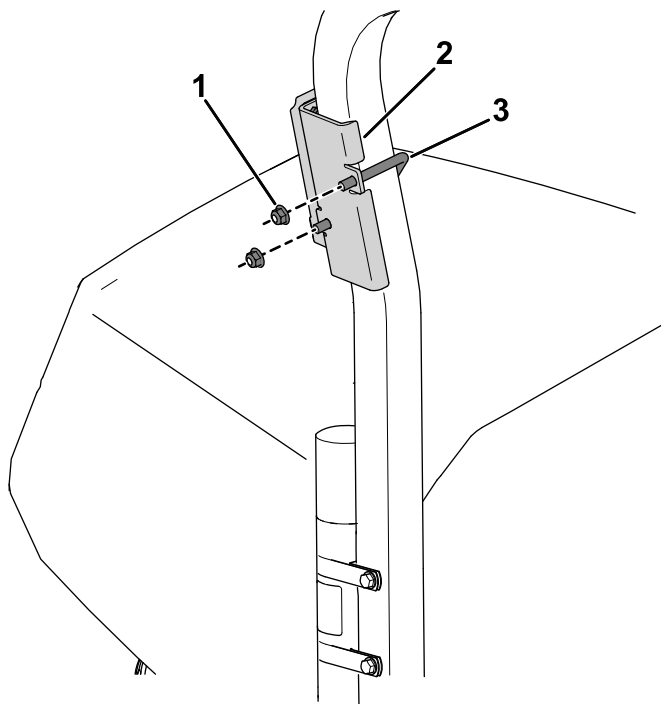

**Figura 6**
- Utilice 4 pernos de cabeza hexagonal (n.º 10 x 1") y 4 contratuercas (n.º 10) para sujetar el dispositivo telemático al soporte del dispositivo (Figura 6).